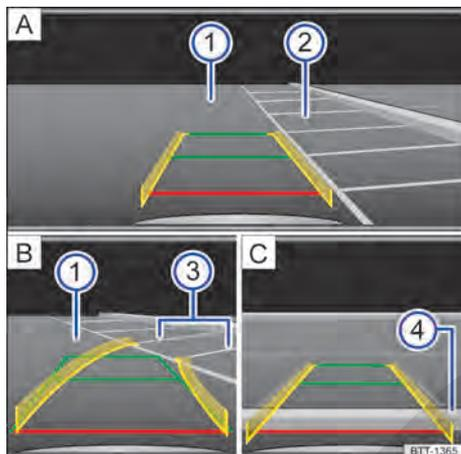

Fig. 154 Visualización en la pantalla del sistema de infotainment: aparcando con el asistente de marcha atrás, modo 1.
Leyenda de la fig. 154:
- Sitúe el vehículo delante del hueco de aparcamiento → fig. 154 ② .
- Retroceda girando el volante de manera que las líneas amarillas ③ se introduzcan en el hueco de aparcamiento . Las líneas verdes y amarillas tienen que coincidir con las líneas de delimitación laterales ③.
- Detenga el vehículo cuando la línea roja haya alcanzado la delimitación trasera ④ .